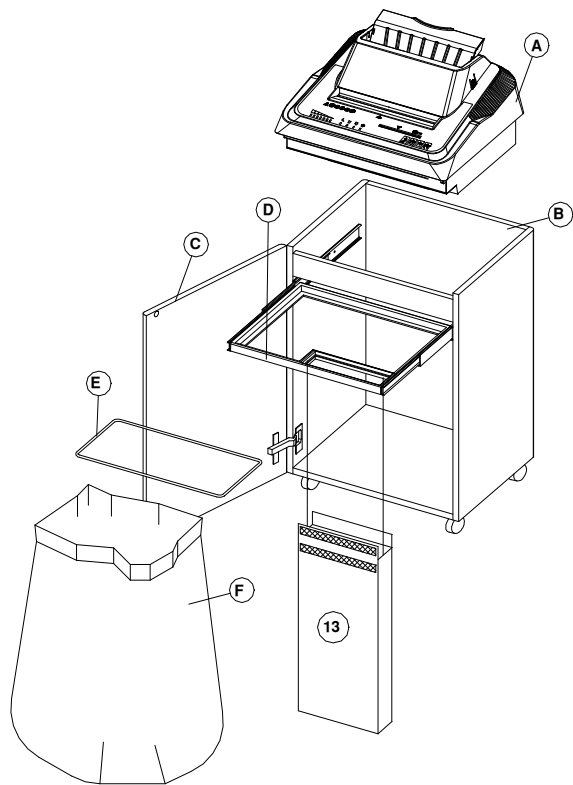

Fig.1
МОНТАЖ Рис.1
После того как машина была распакована, поместите режущий блок (А) на корпус (В). Откройте дверь (С), рамку для пакетов (D) см. рис. 1, извлеките держатель мусорных пакетов (Е).